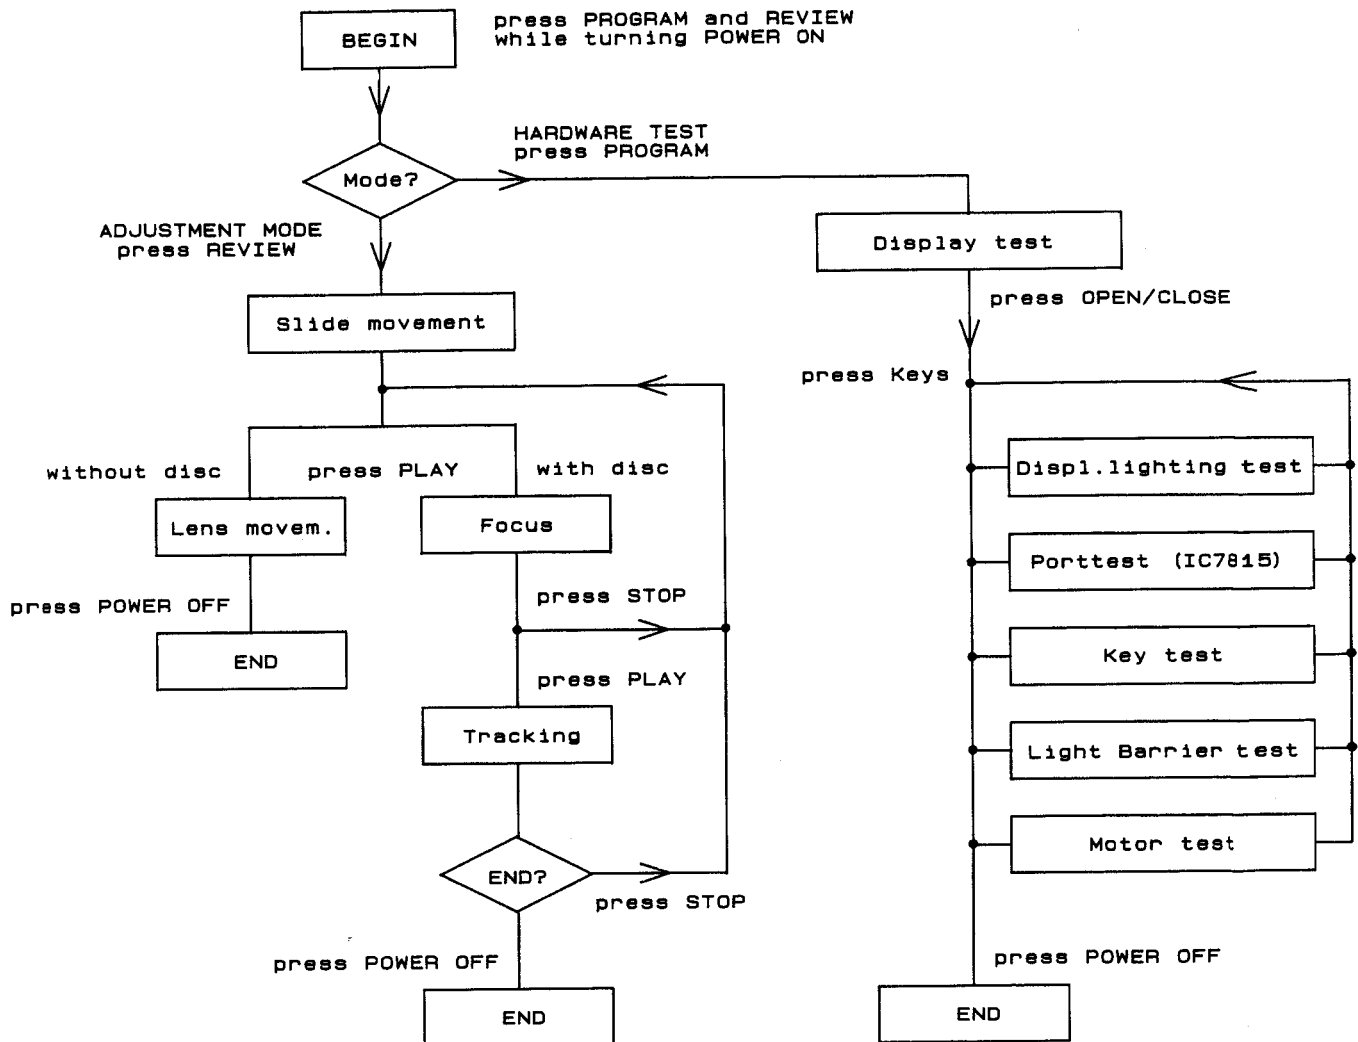

FIG. 1
2. Seitenwände nach außen biegen, und Deckel von hinten beginnend abheben (Fig. 1).
- \*) Check display as shown in Fig. 1.
Controllare che il display visualizzi l'immagine di cui alla Fig. 1.